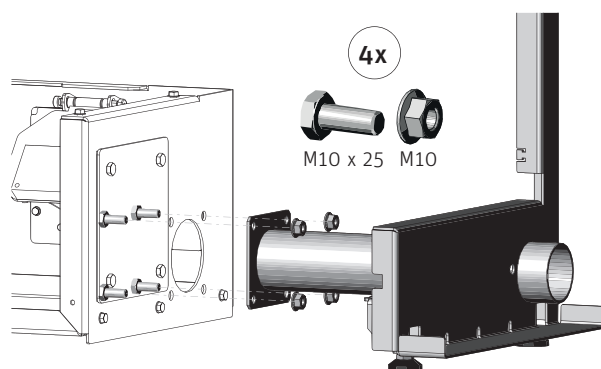

Fig. 117
- Montare il supporto coclea/uscita tubo anteriore con 4 viti M10 x 25 e dadi flangiati M10 – Fig. 117.